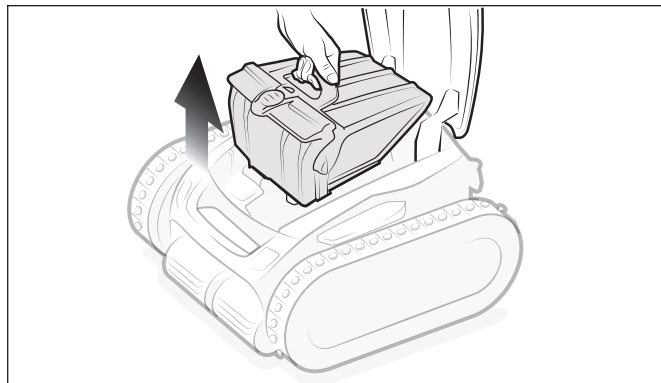

Figure 14. Retirer le support du panier filtrant
- Séparer le panier filtrant du support (3) illustré à la figure 14.